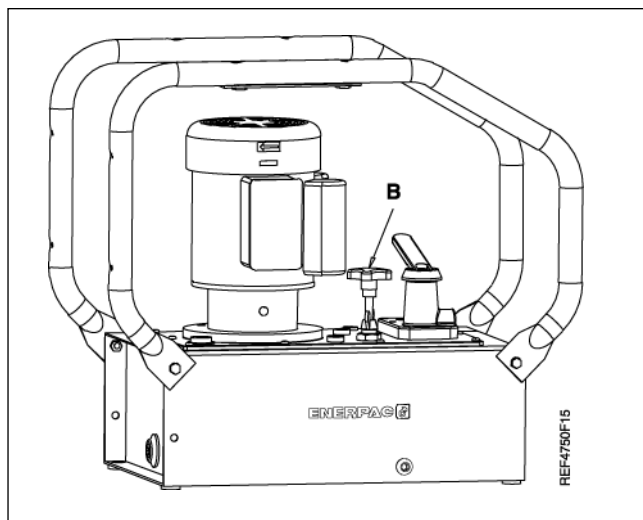

Bild 13
Hushh® Pumparna är utrustade med en justerbar tryckventil. (Se (B), bild 13.) Den kan justeras på följande sätt: